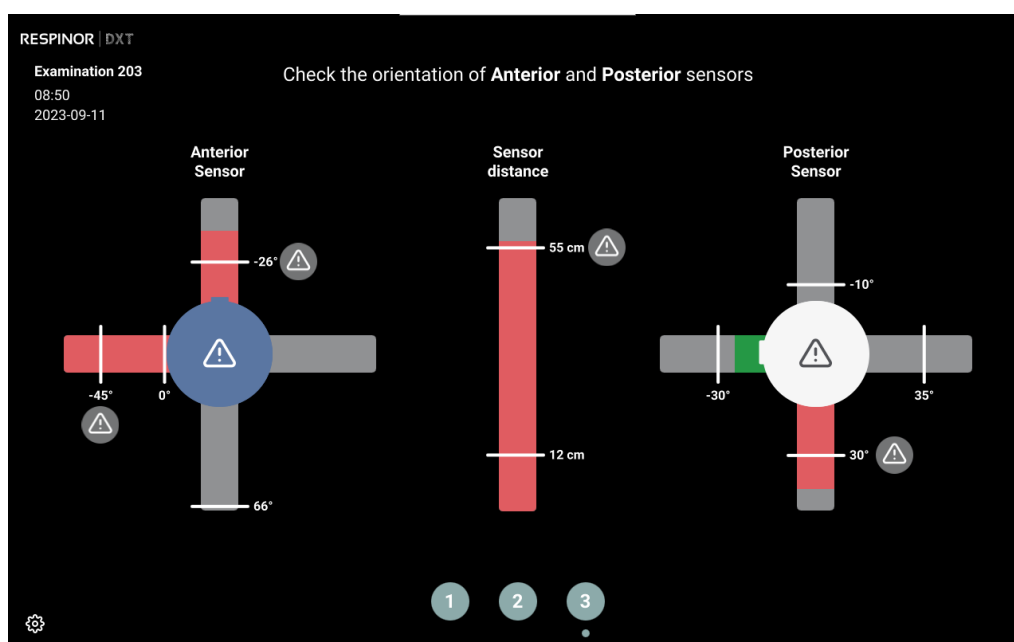

Figura 8. Esempio di orientamento errato del sensore e distanza del sensore errata.
- Posizionamento errato del sensore: se l'orientamento del sensore è al di fuori dell'intervallo accettabile, **l'asse associato diventa rosso**, e viene visualizzato un simbolo di avvertenza (⚠) (Figura 8). Non è possibile continuare finché il problema non è stato risolto con successo.
- **Esempio di posizionamento errato del sensore nella Figura 8**